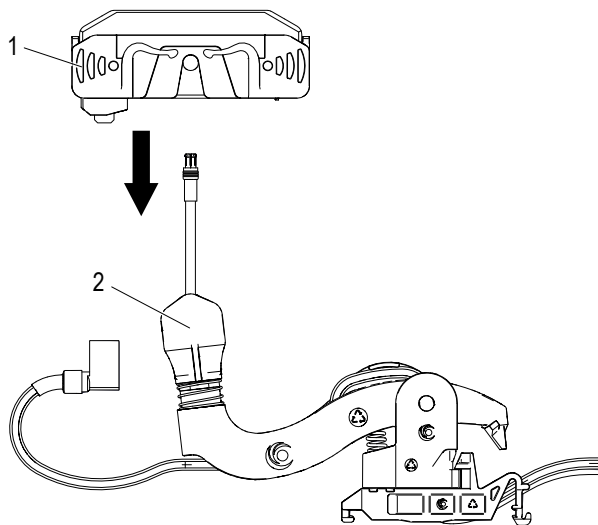

Abb. 163: Wippe inkl. Schleifkontakt (1) wird montiert
→ Die Wippe inkl. Schleifkontakt (1) in Wippe auf den Abnehmerarm (2) montieren (siehe Abb. 163).